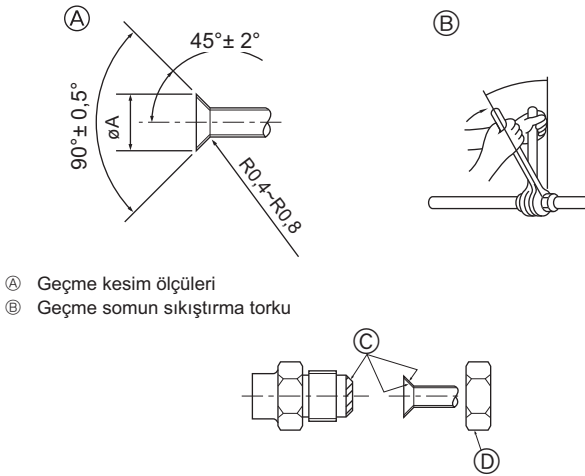

Fig. 5-6
(Fig. 5-6)
5.5. Boruların bağlanması (Fig. 5-6)
- Geçme somunu sıkımadan önce boru ve conta bağlantı yüzeylerine ince bir tabaka halinde soğutucu yağı uygulayınız. (A)
- Boru bağlantılarını iki somun anahtarla sıkınız. (B)
- Bütün geçme yatağı yüzeyine soğutucu makine yağı sürün. (C)
- Geçme somunları şu şekilde kullanın. (D)
Tablo 2 (Fig. 5-6)